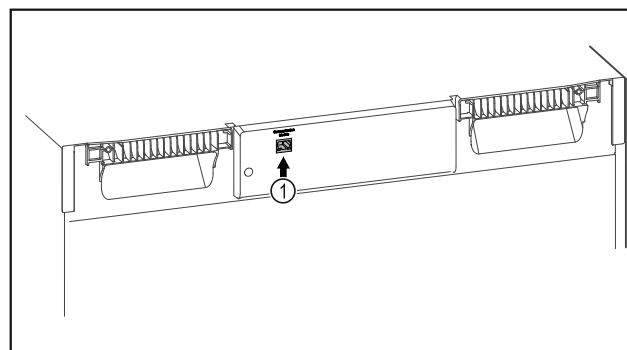

Fig. 102
- ☐ Le SmartModule Fig. 102 (1) est en place.